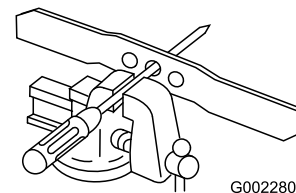

Bild 36
1. Prüfen Sie die Auswuchtung des Messers, indem Sie das mittlere Loch im Messer über einen Nagel oder einen Schraubenzieherschaft hängen, den Sie horizontal in einen Schraubstock einklemmen (Bild 36).